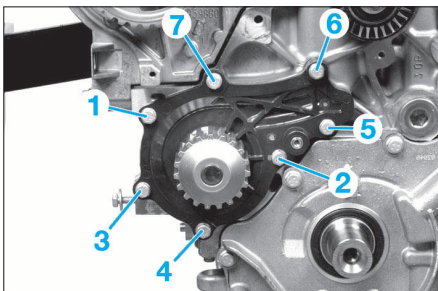

FIG. 37
- les sept vis de fixation de la pompe à eau (Fig.37).
Mettre en place la pompe à eau munie d'un joint neuf dans le bloc-cylindres et serrer ses vis de fixation dans l'ordre indiqué (Fig.37) en deux passes (0,4 puis 0,9 daN.m).